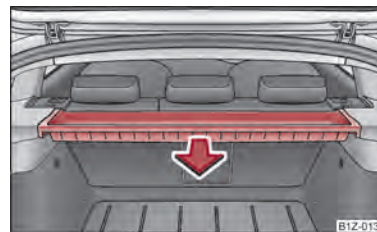

Fig. 90 Dépose du vide-poches
- Attrapez le boîtier avec les deux mains et sortez-le en le tirant dans le sens de la flèche ⇒ fig. 90.